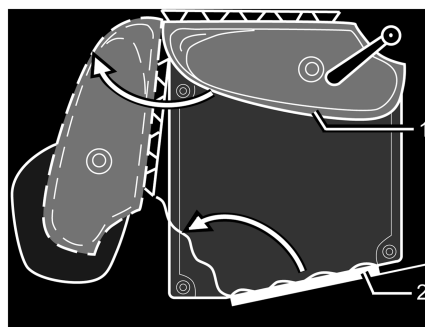

Fig. 225 Toilettes Vario
- Tourner le lavabo avec la paroi arrière (Fig. 225,1) dans le sens de la flèche.
- Pénétrer le cabinet de toilette et fermer et verrouiller la porte des toilettes (Fig. 225,2) de l'intérieur.